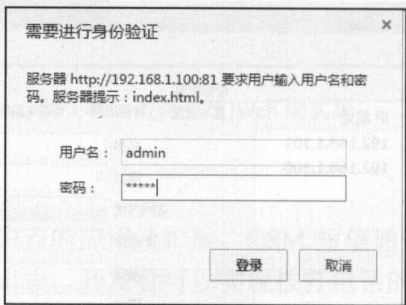

图 3.50 登录 IPCamera
(5) 查看摄像头监控画面、控制摄像头。单击上图中显示的内网访问地址“打开”按钮，按照提示输入用户名、密码（默认用户名为 admin，密码为 admin），如图 3.50 所示。